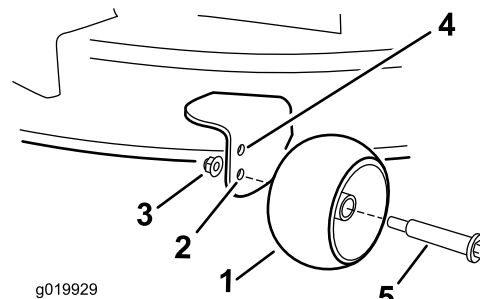

Figura 22
- Foro superiore - utilizzate questa posizione con il piatto di taglio a 63 mm e sotto l'altezza di taglio (Figura 22).
- Foro inferiore - utilizzate questa posizione con il piatto di taglio a 76mm e sopra l'altezza di taglio (Figura 22).